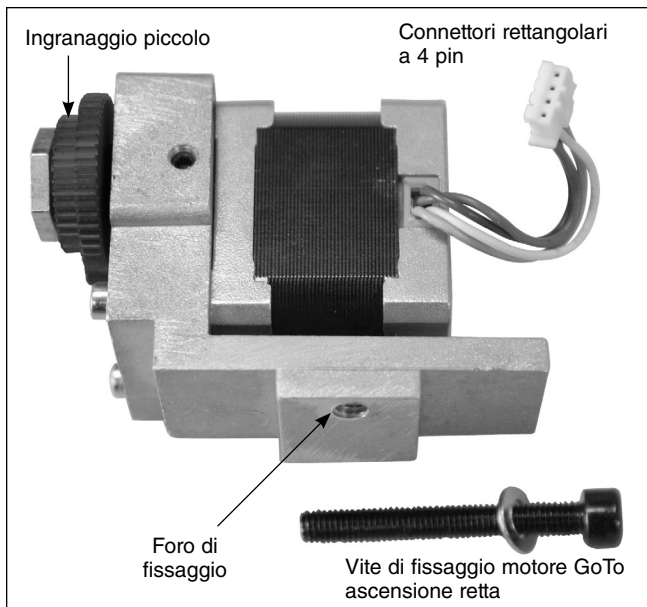
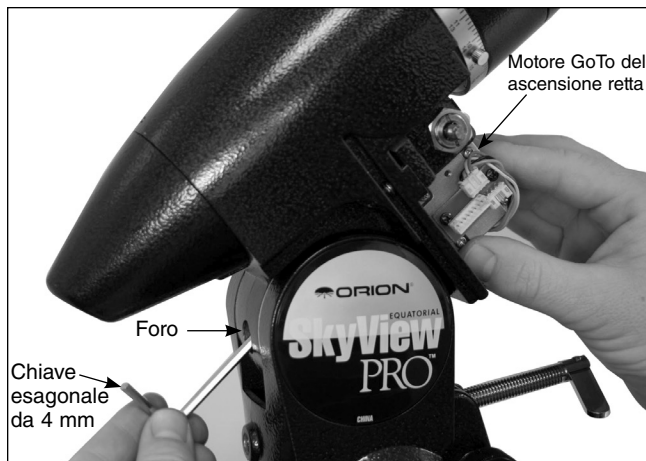

Figura 3. Gruppo del motore GoTo dell'ascensione retta
Figura 4. Fissaggio del motore GoTo dell'ascensione retta
3. Il gruppo del motore GoTo dell'ascensione retta è identificato dal connettore rettangolare a 4 pin fissato al corpo motore (**Figura 3**). Il motore sarà fissato alla montatura con una vite a brugola da 40 mm che passa attraverso il foro nella parte posteriore della montatura equatoriale, appena sopra la vite a L posteriore per la regolazione della latitudine (**Figura 4**). Si consiglia di rimuovere la vite a L posteriore per la regolazione della latitudine durante l'installazione del motore GoTo dell'ascensione retta. Posizionare una delle rondelle da 10 mm sulla vite di fissaggio del motore dell'ascensione retta. Infilare la testa della vite di fissaggio del motore dell'ascensione retta in una chiave esagonale da 4 mm e spingerla verso l'alto attraverso il foro nella parte posteriore della montatura equatoriale (**Figura 4**). Tenere l'unità GoTo dell'ascensione retta in mano per allineare il foro filettato con la vite mentre esce dall'altra estremità del foro. Avvitare la vite nel foro filettato del gruppo del motore dell'ascensione retta fino al fissaggio, ma non stringere eccessivamente. Sarà necessario apportare piccole modifiche alla posizione del motore nei seguenti passaggi.